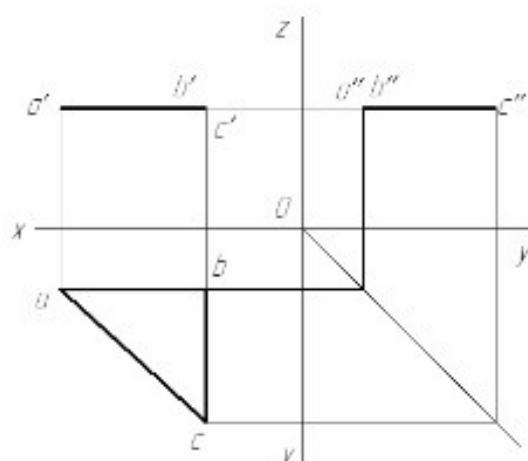

Рисунок 22 –Пример решения задания
2. Построить комплексный чертеж плоскости ABC на трех плоскостях проекций (пример оформления решения задач см. рис.22);